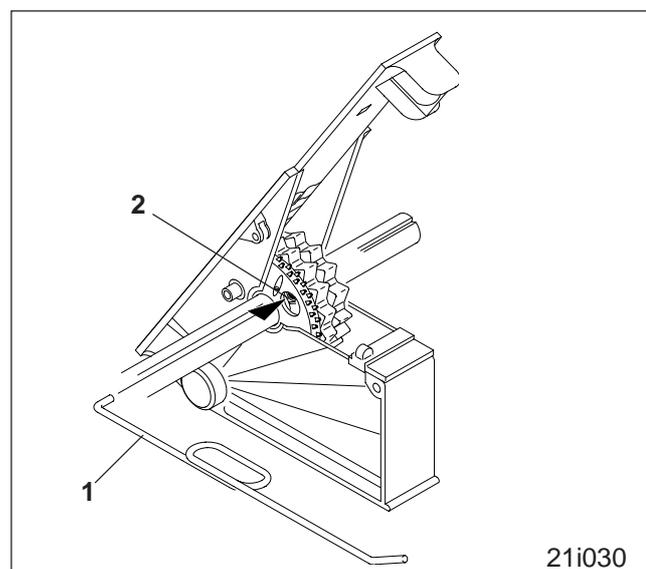
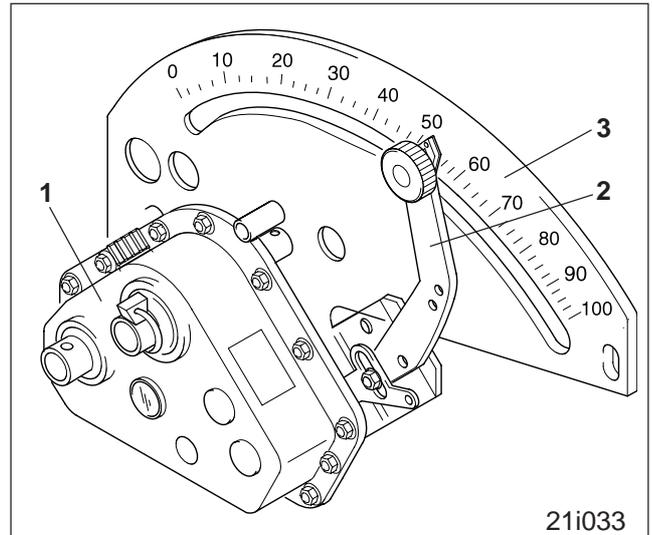

Fig. 10.4
Fig. 11.1
- Getriebestellhebel (Fig. 11.1/2) so oft auf- und abbewegen, bis die Bohrungen (Fig. 10.4/2) der Feinsäräder sichtbar werden.
- Drücken Sie mit dem mitgelieferten Schlüssel (Fig. 10.4/1) bei jedem Särad den Stift hinter der Bohrung bis zum Anschlag in das Normalsärad hinein. Prüfen Sie anschließend, ob sich das Normalsärad frei auf der Säwelle drehen kann.
Die gewünschte Aussaatmenge ist am Getriebe (Fig. 11.1/1) einzustellen.
Mit dem Getriebestellhebel (Fig. 11.1/2) kann die Drehzahl der Säwelle und damit die Aussaatmenge stufenlos eingestellt werden. Je höher die Zahl auf der Skala (Fig. 11.1/3) mit dem Getriebestellhebel gewählt wird, desto größer wird die Aussaatmenge.